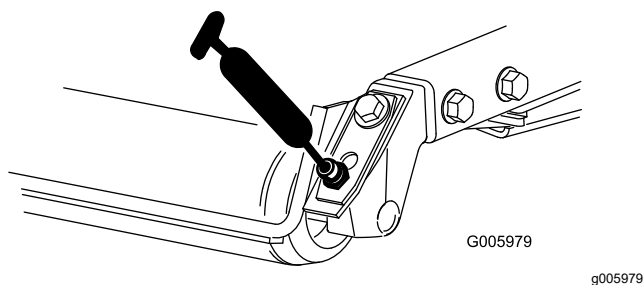

Figura 48
- Cojinetes de los rodillos traseros (2 por unidad de corte), como se muestra en la Figura 48.